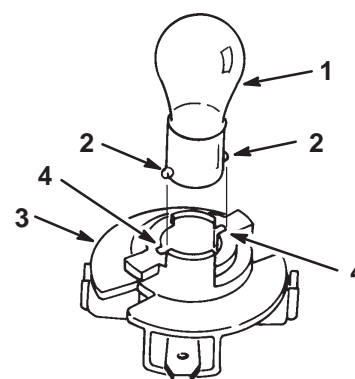

Abbildung 19
4. Die Birne hereindrücken, im Uhrzeigersinn bis zum Anschlag drehen (ca. 1/4 Umdrehung) und aus der Birnenfassung herausnehmen (Abb. 19).
1. Die Glühlampe hat Metallstifte an der Seite ihrer Basis. Die Stifte auf die Schlitzlöcher in der Birnenfassung ausrichten und die Basis in die Fassung einsetzen (Abb. 19). Die Lampe hereindrücken und bis zum Anschlag im Uhrzeigersinn drehen.